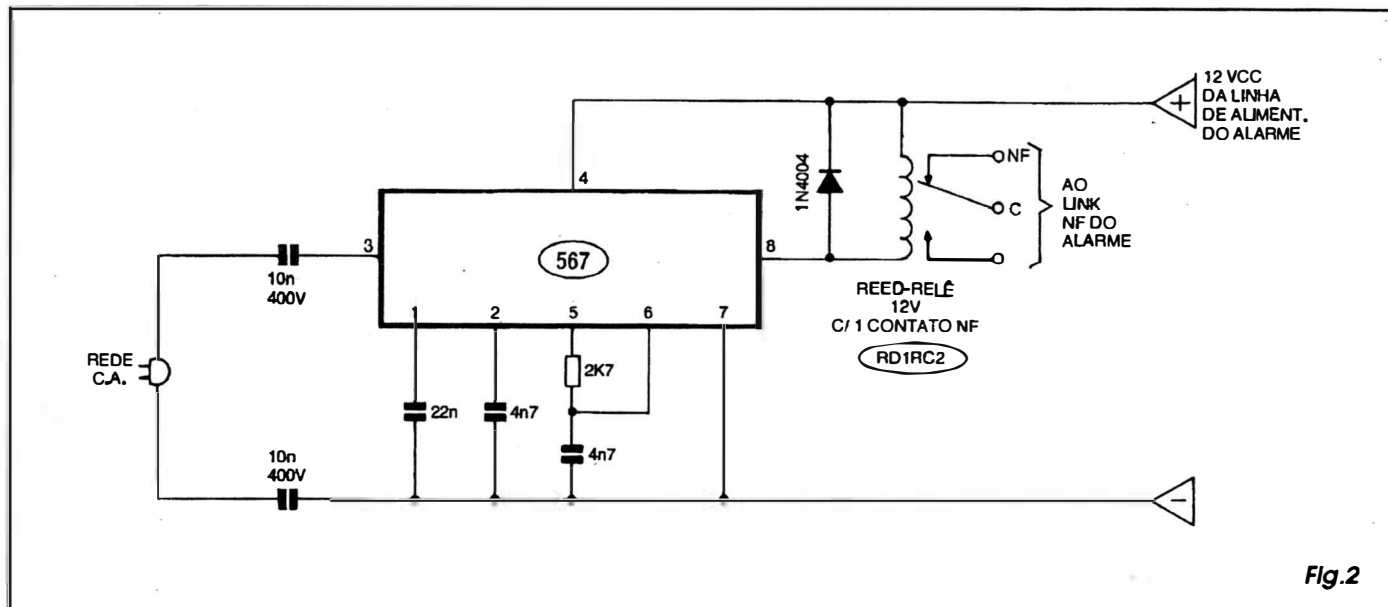

Fig.2
- FIG. 2 - DIAGRAMA ESQUEMÁTICO DO CIRCUITO (MÓDULO CENTRAL - SISERA-B) - O circuito do módu-